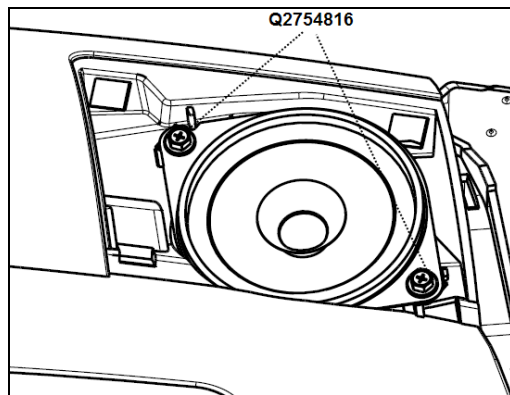

图 2.4.1 右扬声器拆卸示意图
- (1) 拆卸仪表板上本体总成前还需要拆除左右音响罩 (见图 2.4.1,用十字起卸去图示两处编号为 Q2754816 螺钉然后取出扬声器,拔掉扬声器线束即可) 和